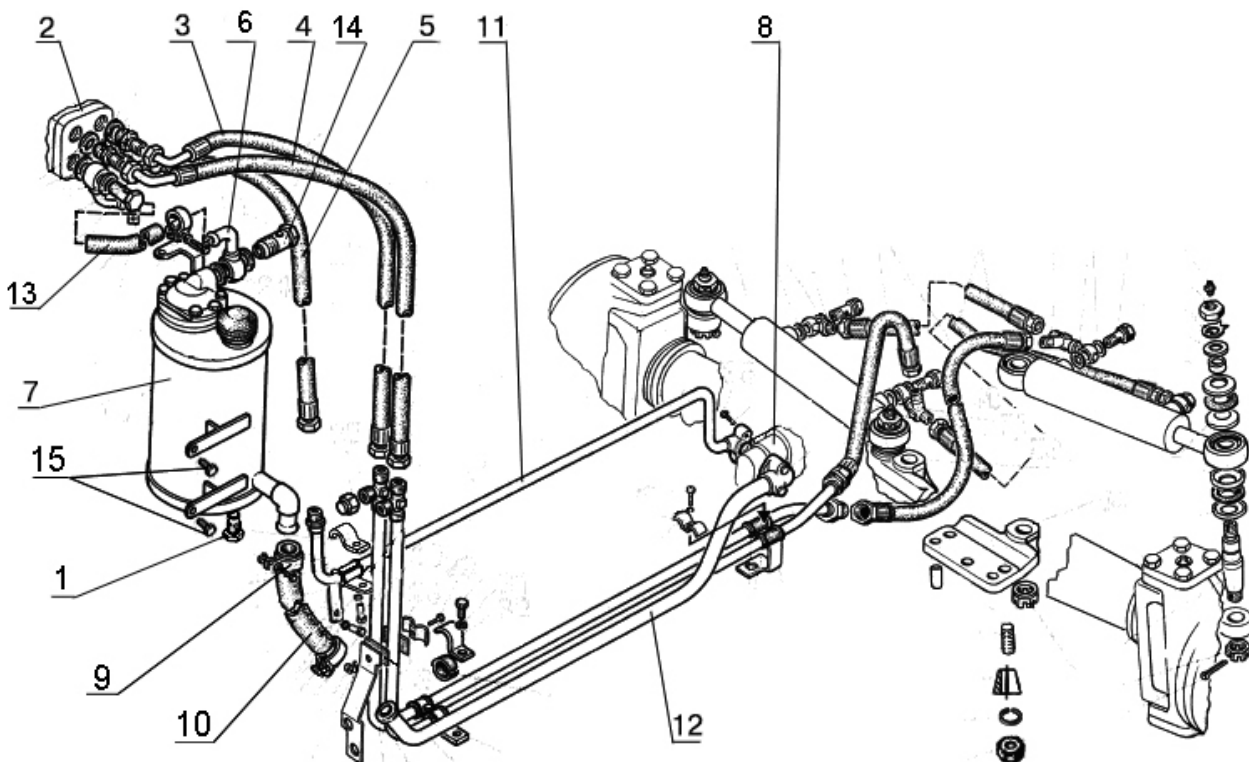

Рисунок 7.1
- а) отверните пробку 1 (рисунок 7.1) и слейте масло из маслобака;
- а) отсоедините рукава высокого давления 3, 4, 5 (рисунок 7.1) и маслопровод 13;
- а) отсоедините маслопроводы 11, 12 (рисунок 7.1), отвернув болты, их крепления к насосу и извлеките из маслопроводов резиновые кольца;